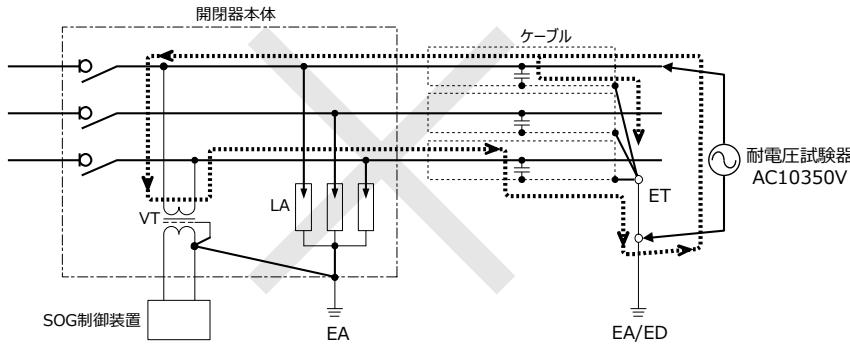

図19 一相のみに試験電圧を印加した場合の電流経路
2. 一相毎の商用周波耐電圧試験はVTが焼損しますので絶対に行わないでください。（VT内蔵形、VT・LA内蔵形のみ）（図19）